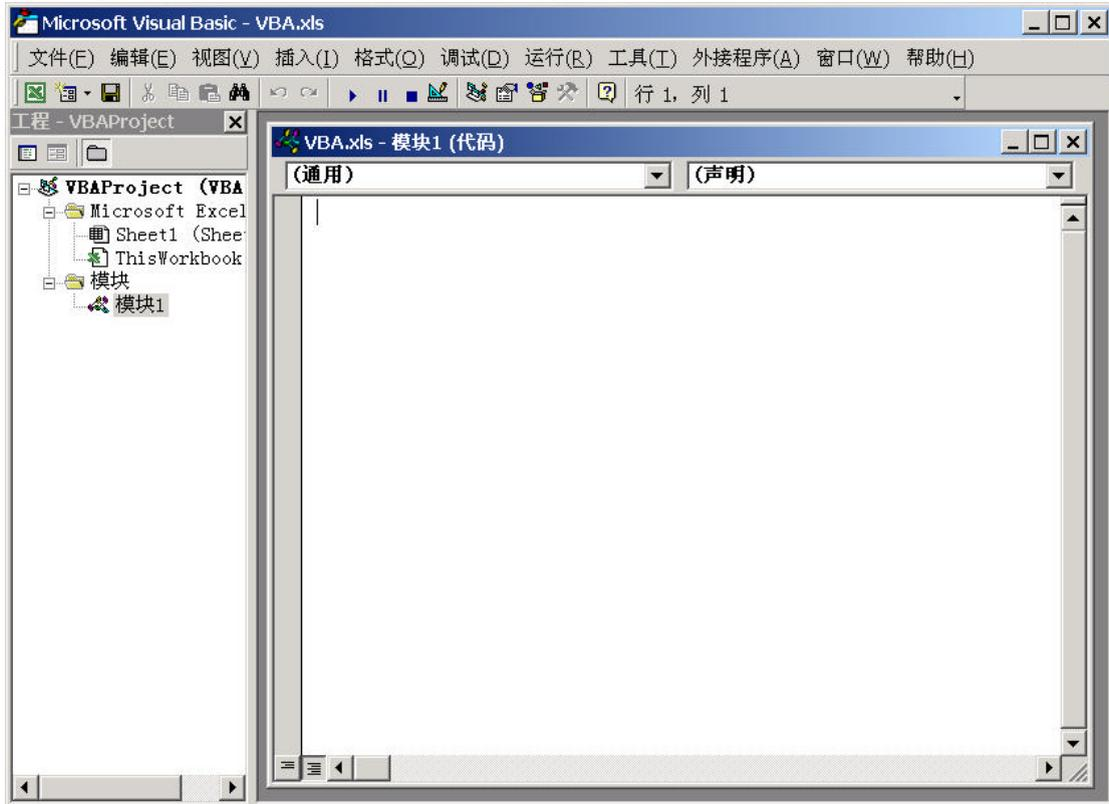

图 4-3 模块的插入
- 4) 从Visual Basic 编辑器的菜单选择[插入(I)]-[模块(M)]后, 在左侧的工程资源管理器内会自动添加一个[模块]文件夹, 并在它的下面添加了一个名为[Module1]的项目 (图4-3)。